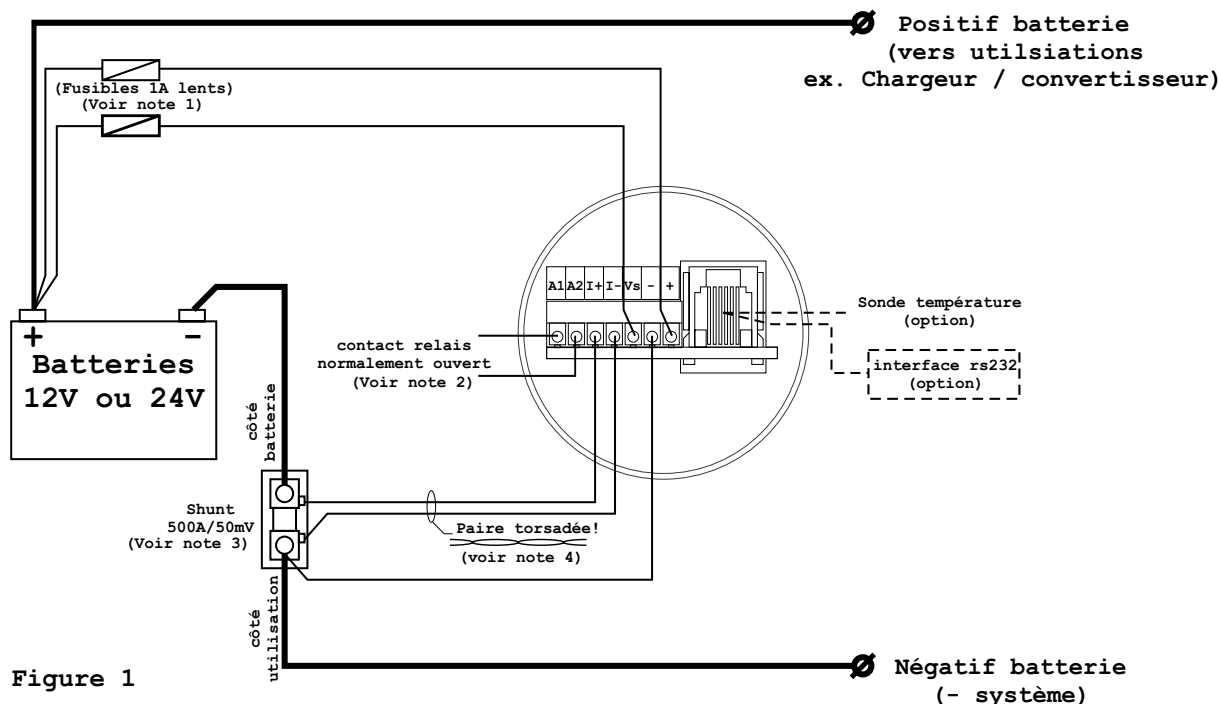

Figure 1
- 3.) **Lisez d'abord attentivement le chapitre 2.1 du manuel, "Précautions relatives à l'utilisation de batteries".** Les raccordements du côté batterie sont à réaliser en premier. **S'assurer que les deux fusibles 1A sont enlevés des porte-fusibles avant tout raccordement sur la batterie.** Respectez rigoureusement le schéma de câblage et les commentaires ci-dessous (figure 1). Toute erreur de raccordement pourra entraîner des dysfonctionnements du contrôleur ou endommager celui-ci et/ou provoquer des court-circuits avec risque d'incendie ! Les traits épais dans le schéma représentent les câbles de batterie du circuit principal. Ces câbles doivent être adaptés au courant maximal du circuit électrique. Les 5 conducteurs destinés au contrôleur de batterie peuvent être raccordés sur le shunt et sur la batterie à l'aide de cosses à sertir universelles.